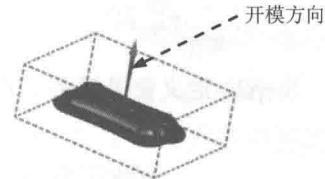

图 1.8 开模方向
Step2. 在“模具分型工具”工具条中单击“检查区域”按钮 ，系统弹出“检查区域”对话框，并显示如图 1.8 所示的开模方向，选中  保持现有的 单选项。
说明：图 1.8 所示的开模方向可以通过“检查区域”对话框中的  指定脱模方向 按钮和“矢量对话框”按钮 来更改，本实例在前面定义模具坐标系时已将开模方向设置好，所以系统会自动识别出产品模型的开模方向。